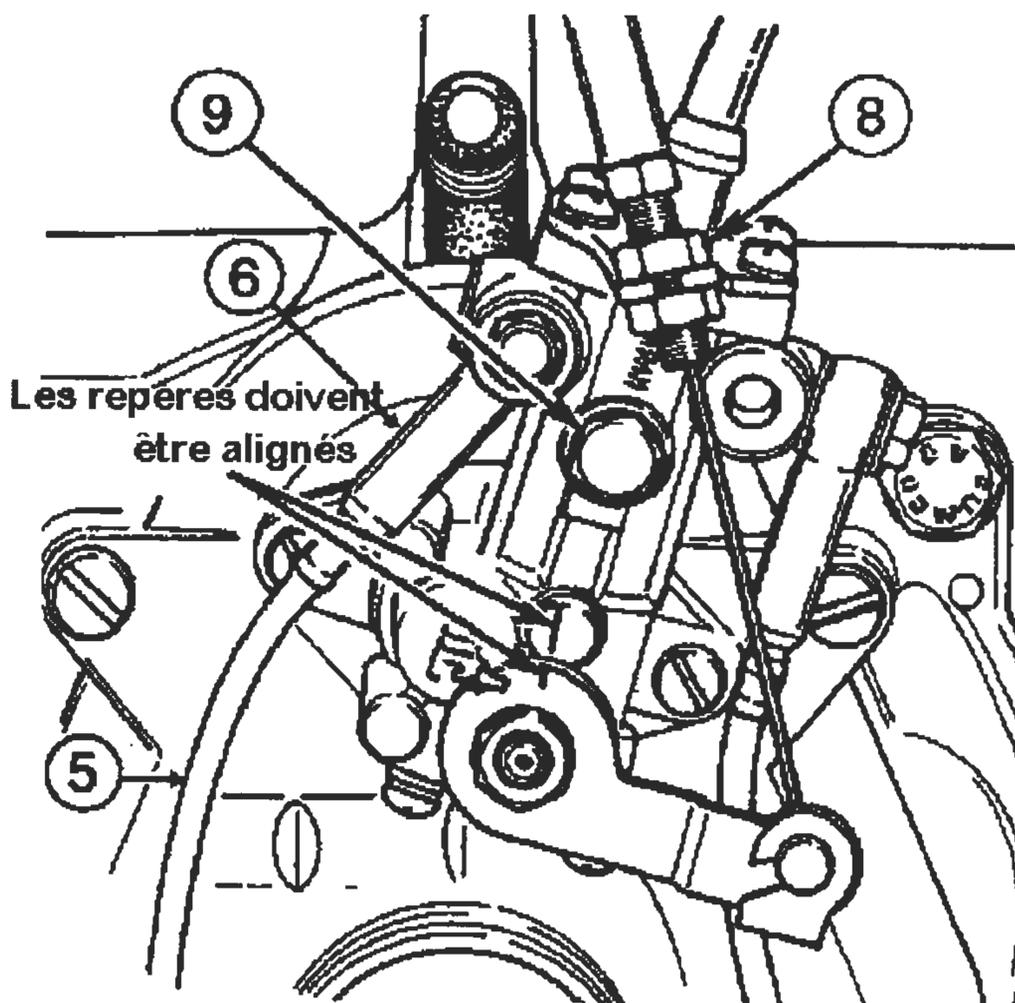

Fig.1
- 11.3.6) Ajustement des repères de la pompe à huile: à la position ralentie des gaz les repères doivent être alignés (voir fig. 1).
11.3.7) Purger la Durit de succion avant le démarrage du moteur en ouvrant la vis de purge (voir fig. 1) jusqu'à ce que tout l'air soit sorti de la Durit.